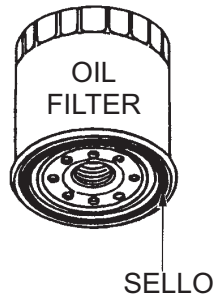

Figura 42. Filtro/Sello de aceite
10. Asegúrese de untar el sello (Figura 42) del nuevo filtro de aire con aceite de motor limpio.